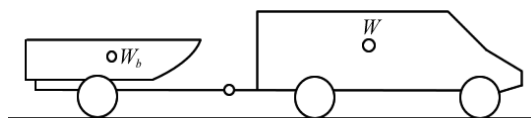

图1-3 旅行车及小船/拖车组合
**1.41\*** 如果你想买一部微型旅行车牵引你的船和拖车外出，如图 1-3 所示，在湖边度过周末。虽然你很喜欢新式的前驱动旅行车，但你不确定它是否能将你的船通过陡峭的斜坡从水中拖上来。